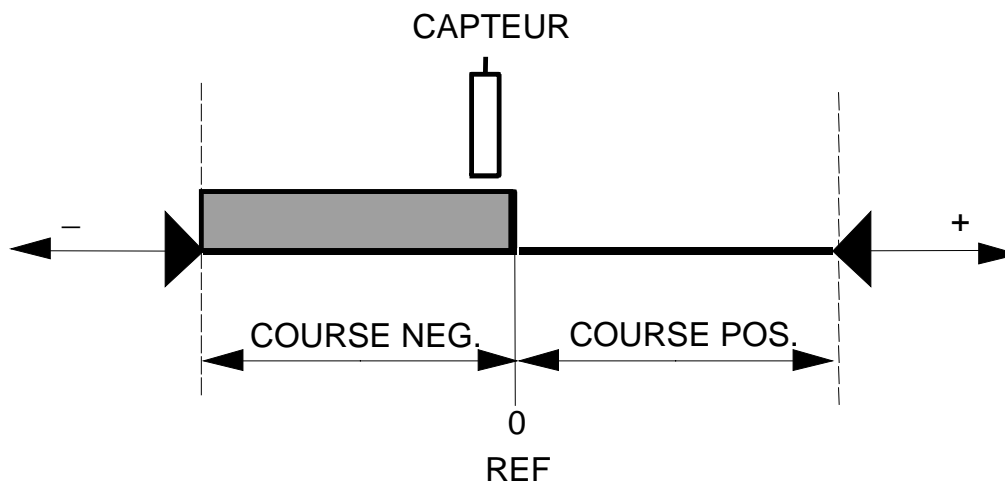

Figure 3-1 : Courses et prise de référence
**Le contact de référence doit être actif en permanence sur l'une des courses afin de signaler à la commande de quel côté se situe la coulisse ( Figure 3-1)**
Si la course est uniquement positive (COURSE - = 0), seuls les points dont les coordonnées dans le référentiel initial sont positives seront accessibles, voir figure 3.1. Le sens de prise de référence tient compte du signe de la vitesse de prise de référence introduite par le menu de configuration.